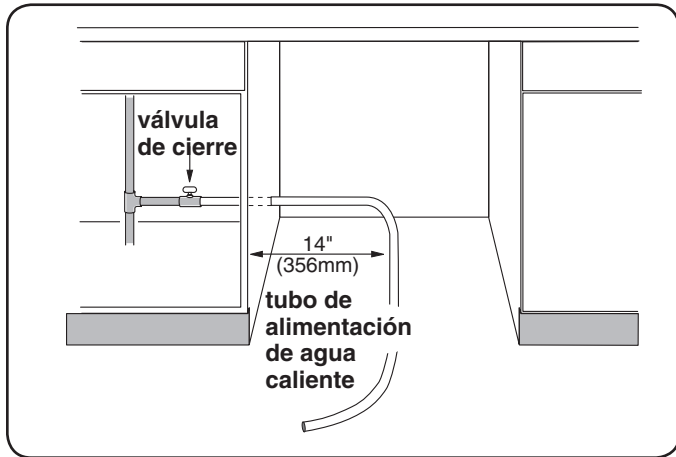

Ilustración 6
En el tubo de alimentación de agua caliente instale una válvula de cierre (algo que no proporcionamos) de modo que su acceso sea fácil, tal como indica en la Ilustración 6. Se deben terminar todas las conexiones soldadas antes de conectar el tubo de agua a la válvula de entrada de agua a la lavadora. También se puede suministrar agua a la lavavajilla por medio de una manguera trenzada de acero inoxidable que está aprobada para el uso con lavavajillas. Consulte con sus proveedores de piezas de plomería para obtener los accesorios para las cañerías y los acopladores acodados de 90°.
**NOTA:** No obstante el sitio donde el tubo de agua caliente entre en el gabinete, sitúe el tubo a 14" (356 mm) del lado izquierdo del gabinete, tal como indica en la Ilustración 6.